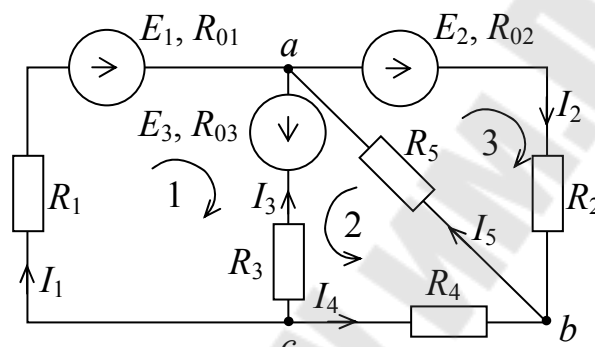

Рис. 2.1
2.3.1. Для цепи рис. 2.1, пользуясь законами Кирхгофа, найти токи ветвей, если $E_1 = 15\text{В}$, $E_2 = 70\text{В}$, $E_3 = 5\text{В}$, их внутренние сопротивления $R_{01} = R_{02} = 1\text{Ом}$, $R_{03} = 2\text{Ом}$, сопротивления резисторов $R_1 = 5\text{Ом}$, $R_2 = 4\text{Ом}$, $R_3 = 8\text{Ом}$, $R_4 = 2,5\text{Ом}$, $R_5 = 15\text{Ом}$.
В цепи рис. 2.1 пять ветвей $N_6 = 5$, число узлов $N_y = 3$ (a, b, c).